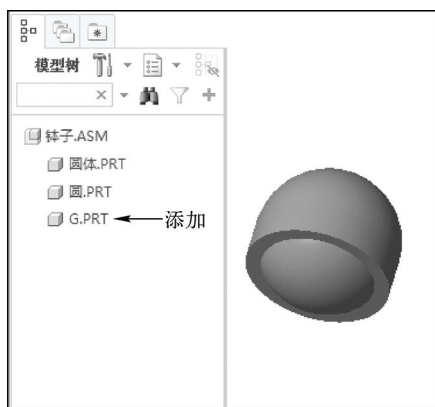

图 11-104 添加一个选项
STEP 03 单击“确定”按钮，在圆体上单击鼠标左键，选择第一个零件，弹出“选择”对话框，在绘图区中的圆上单击鼠标左键，然后单击鼠标中键，即可在模型树中添加一个“G.PRT”选项，如图 11-104 所示。